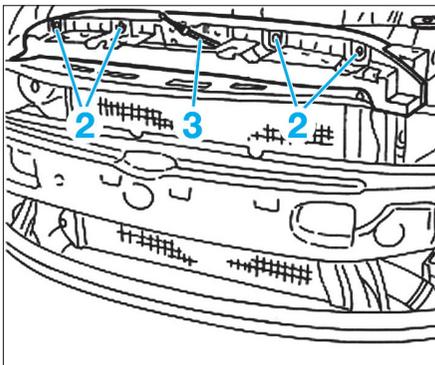

Fig. 7
- les vis (2) puis placer la traverse (3) supérieure de côté (Fig.7),